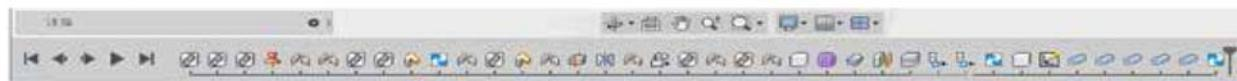

图 2-10
- (6) 时间轴: 建模过程记录, 可以进行编辑管理, 如图 2-10 所示。